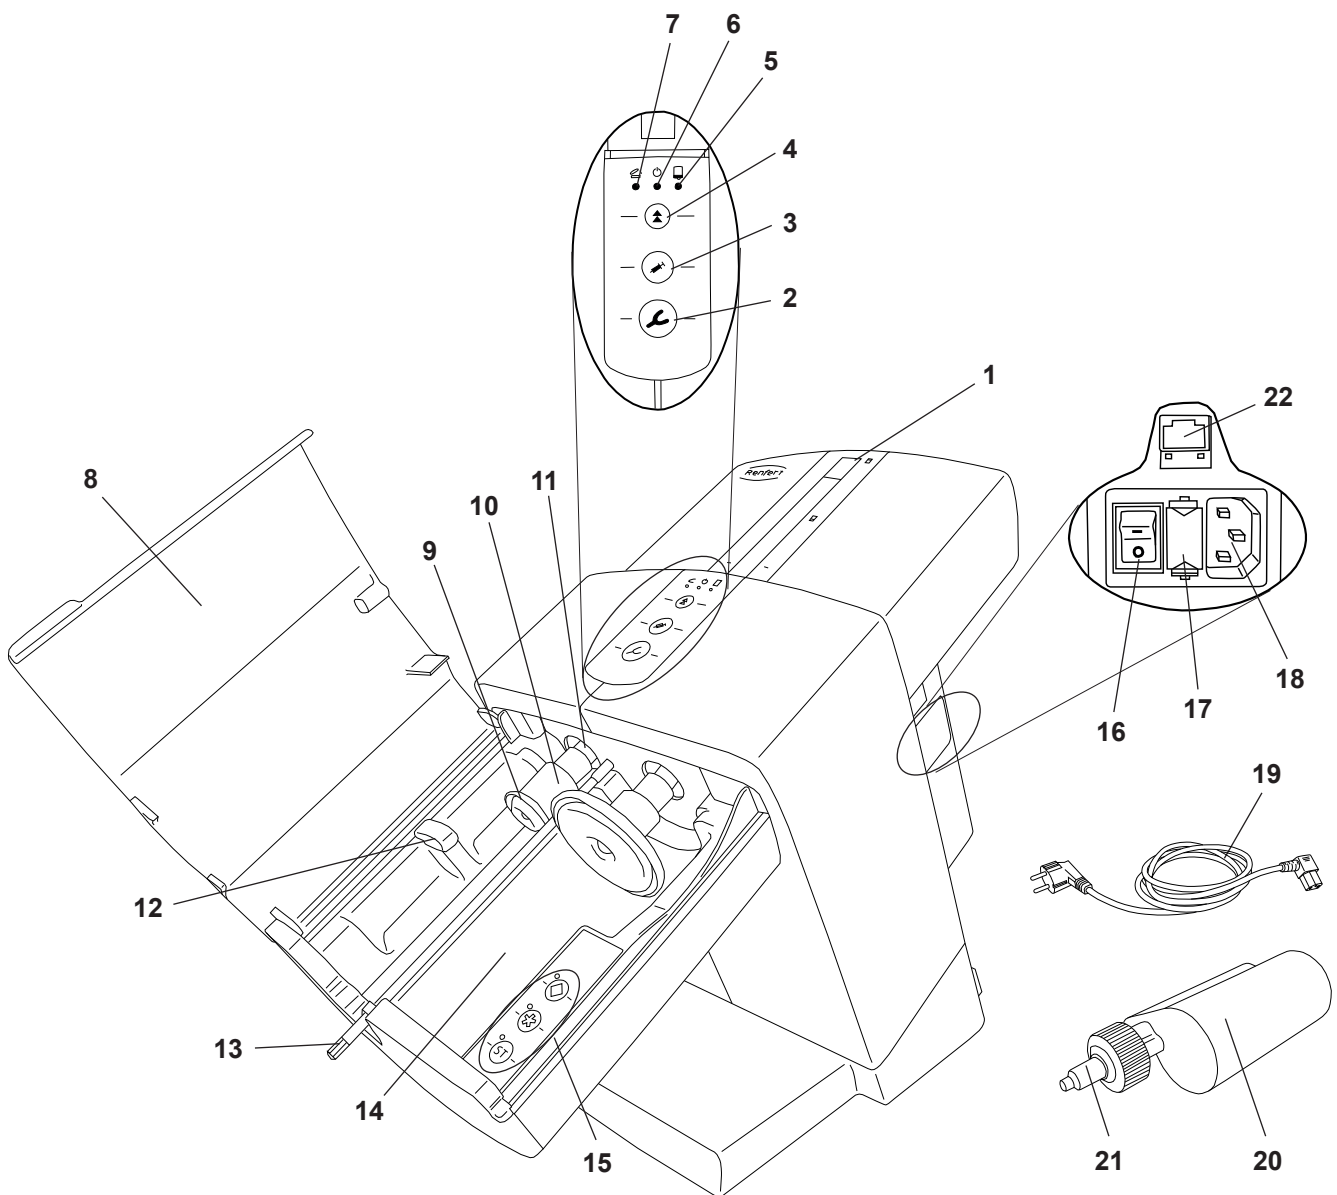

Fig. 1
- ⇒ Brancher le câble secteur livré (19, Fig. 1) dans le port d'alimentation électrique (18).
- ⇒ Allumer l'appareil en appuyant sur l'interrupteur d'alimentation (16).
- ⇒ Fermer le clapet de l'appareil (8, Fig. 1).
- ⇒ Appuyer sur la touche de retour en arrière (4).
- ◆ Les plateaux de pression (9, Fig. 1) retournent en position initiale et s'arrêtent.
- ⇒ Retirer la sécurité de transport (23).
L'insertion ainsi que le remplacement d'une cartouche ne peut se faire que si les plateaux de pression (9, Fig. 1) se trouvent en position initiale.
⇒ Fermer le clapet de l'appareil (8, Fig. 1).
⇒ Ouvrir le clapet de l'appareil (8, Fig. 1).
⇒ Le clapet de l'appareil ne peut être fermé que si la cartouche est correctement insérée. Tant que le clapet de l'appareil n'est pas fermé correctement, la DEL rouge « Clapet de l'appareil ouvert » reste allumée (7, Fig. 1).
- porte-empreinte (2), vitesse d'extrusion élevée ou
- distributeur (3), faible vitesse d'extrusion.
- ◆ La tige de mélange est actionnée afin de permettre à l'extrémité hexagonale (13, Fig. 1) de s'enclencher automatiquement dans l'embout mélangeur (21, Fig. 1).